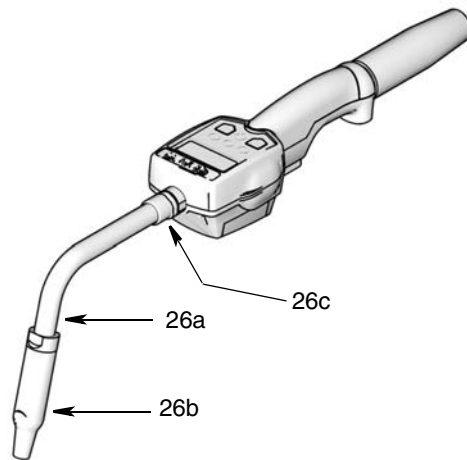

図 7
2. 延長器具接続金具 をメーターアウトレット内に最低 3 回通します。(図 7)。